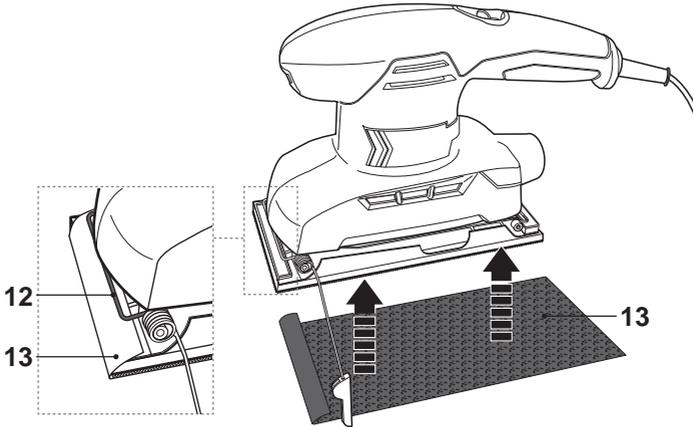

Fig. 5
- > Alignez une extrémité du papier à poncer [13] sur une extrémité des barres de pincement [12] et tenez-le en position (Fig. 5).